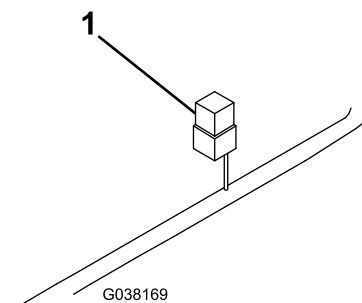

Bild 13
- Befestigen Sie das Relaispack mit einer Blechschraube unter der Motorhaube (Bild 13).